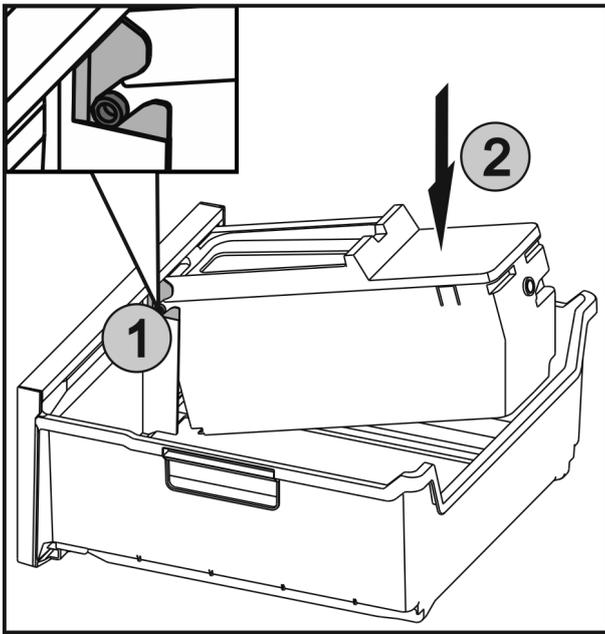

Fig. 59
- ▶ Вставити осі Fig. 59 (1) на EasyTwist-Ice у напрямні та натискати на задню сторону Fig. 59 (2) до фіксації накладки.